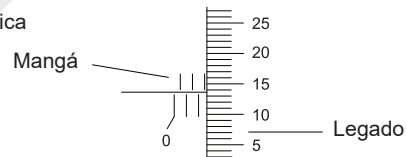

Fig.1
- Apertar o parafuso de bloqueio, utilizar uma chave inglesa para rodar a manga (Fig.1), ajustar a leitura para zero.